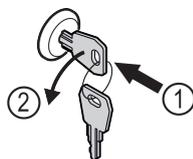

Fig. 170
- ▶ Vstavite ključ. Fig. 170 (1)
- ▶ Ključ obrnite v smeri proti urnim kazalcem za 90°. Fig. 170 (2)